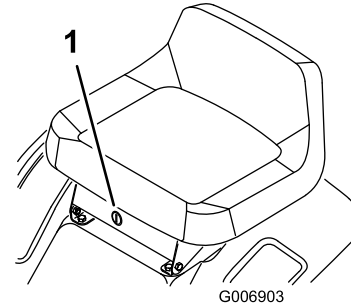

Figura 12
2. Inserte la llave KeyChoice en el interruptor (Figura 12).